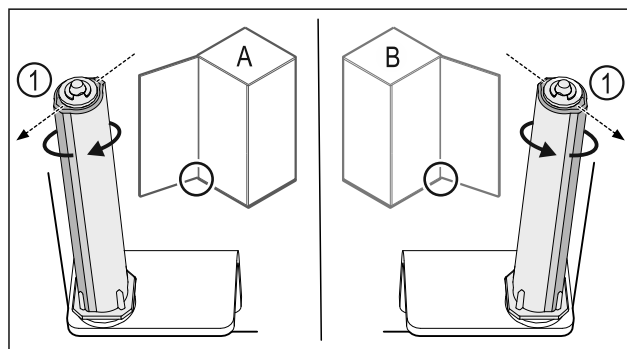

Fig. 39 Bal oldali ütköző (A) / Jobb oldali ütköző (B)
- ▶ Forgassa el a zárrendszert az ellenállással szemben, amíg a zárrendszer Fig. 39 (1) támasztója kifelé nem mutat.